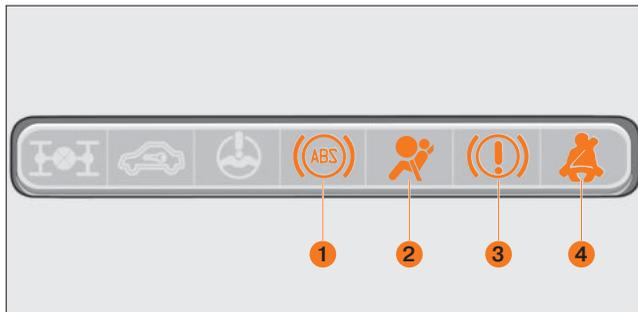

Рис. 43. Блок контрольных ламп
БЛОК КОНТРОЛЬНЫХ ЛАМП (рис. 43) (в вариантном исполнении)
(ABS) Контрольная лампа антиблокировочной системы тормозов (АБС) 1 (рис. 43).
**Контрольная лампа системы пассивной безопасности 2** (рис. 43). После включения зажигания лампа должна загореться жёлтым светом на шесть секунд и погаснуть. При выключении зажигания и включении его до истечения 15 секунд сигнализация не включается.
**Контрольная лампа электронного распределения тормозных сил 3** (рис. 43).
**Контрольная лампа непристёгнутого ремня 4** (рис. 43). При включении зажигания — включается сигнальный индикатор, напоминая о необходимости застегнуть ремень безопасности. Индикатор будет гореть до тех пор, пока ремень безопасности не будет пристегнут. Если водитель начнёт движение с непристёгнутым ремнём безопасности, то в дополнение к световому индикатору включится звуковая сигнализация. Световая и звуковая сигнализация будут работать до срабатывания замка ремня безопасности.